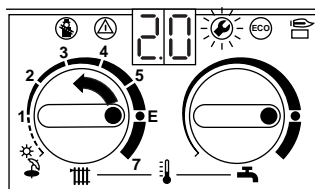

Fig. 51
- Girare il selettore d'impostazione della temperatura di mandata riscaldamento fino a quando appare la sigla „2.0“, dopo ca. 5 sec appare sul display la sigla „0.“ che rappresenta il modo di funzionamento normale (fig. 51).